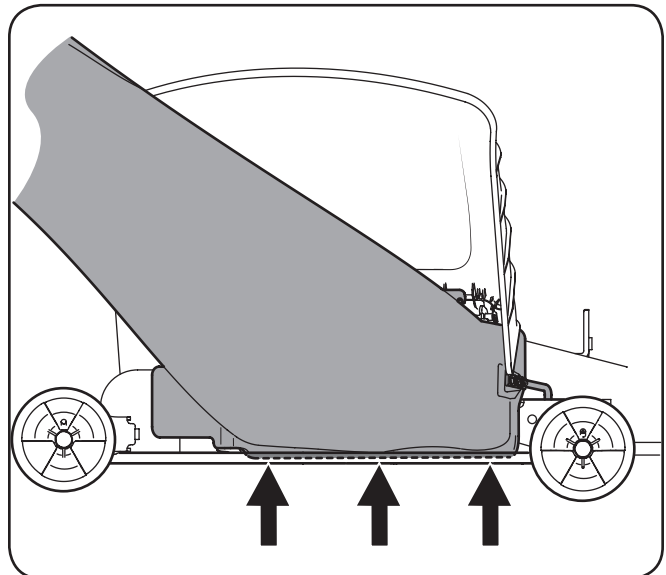

Figura 4-20
IMPORTANTE: Asegúrese de que la parte inferior del canal de descarga está ubicado dentro del borde de la abertura de plataforma, como se muestra en la Figura 4-20.
1. Instale la correa de goma del canal, del paquete de elementos de ferretería 689-00318A, sobre el codo del canal utilizando el pasador de horquilla (711-05063), la arandela (736-0204) y el pasador de chaveta con unión curva (714-04040) del paquete de elementos de ferretería. Consulte la Figura 4-20. Fije el extremo de la correa utilizando el orificio más alejado del extremo, inserte el gancho del resorte de torsión (732-04510A) en el otro extremo.